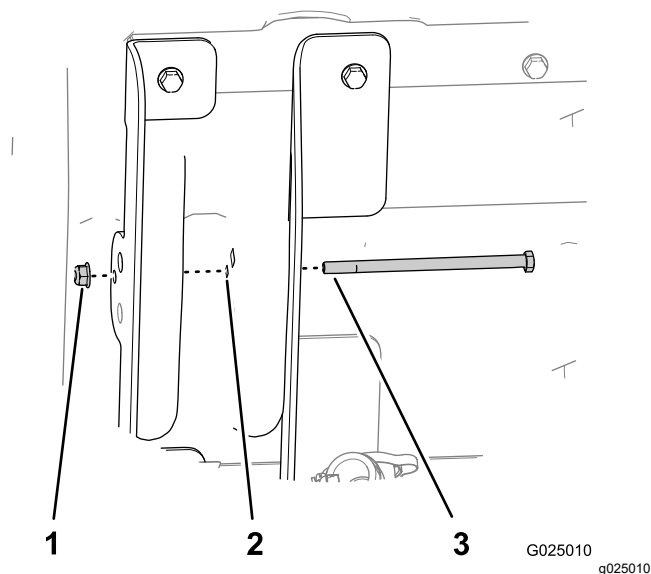

Figura 7
7. Insira o parafuso de cabeça sextavada (5/16 x 5 1/2 pol.) através do orifício (8 mm ou 5/16 pol.) no suporte de elevação interior (flanges compridas), da estrutura da plataforma e do suporte de elevação exterior da plataforma (flanges curtas), conforme mostrado na Figura 7.
8. Prenda o parafusos com uma porca flangeada (5/16 pol.) apertada com a mão (Figura 7).
10. Aperte a porca flangeada que prende o parafusos (5/16 pol.) até que a porca fique bem apertada (Figura 7).